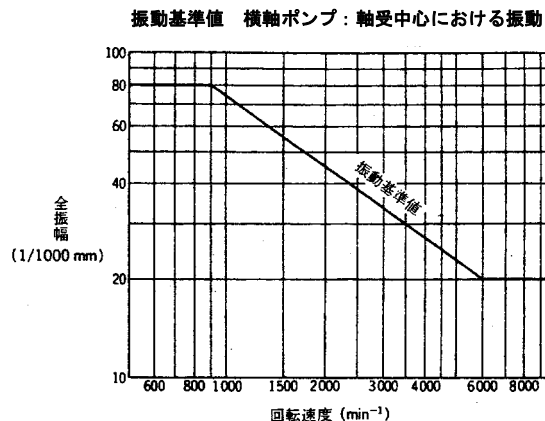

図 7
(2) 軸封はメカニカルシールタイプのため、正常ならば、水漏れは極少で、にじむ程度です。運転開始時、少々の水漏れが認められる場合でも、その状態で運転をしばらく維持させると水漏れが減ります。それでも漏れが止まらない場合は、運転を停止して点検してください。メカニカルシールの点検時はプロテクタを取り外してください。点検終了時は元のようにプロテクタを取り付けてください。
(3) ポンプが正常で、据付や配管工事が正しく施工されている場合の振動の基準値を、図 7 に示します。振動が大きい場合は、配管の無理などが原因ですので、点検してください。特に防振対策を必要とされる場合、当社ではエバラ防振架台、エバラフレックス（たわみ管継手）、エバラパイプサイレンサ（圧力脈動吸収装置）を用意しておりますので、ご用命ください。
(4) 機器の取付ボルトや電気配線の端子ビスに、ゆるみがないかどうかご確認ください。
(5) 電動機の絶縁抵抗を 1 ヶ月に 1 回測定してください。絶縁抵抗値が $5\text{M}\Omega$ 以上あれば運転に支障ありませんが、 $5\text{M}\Omega$ 以上あっても急に低下し始めている場合は異常と考えられますので修理が必要です。